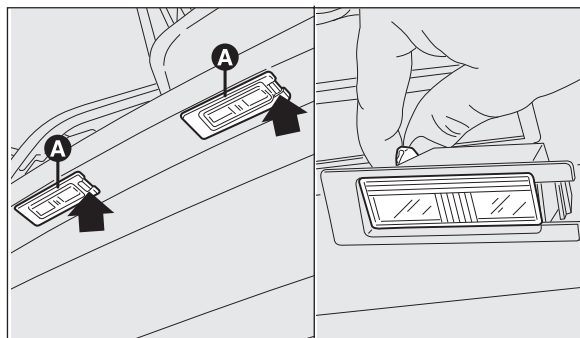

fig. 173
- ☐ actuando en el punto indicado por la flecha extraiga el grupo transparente A-fig. 173;